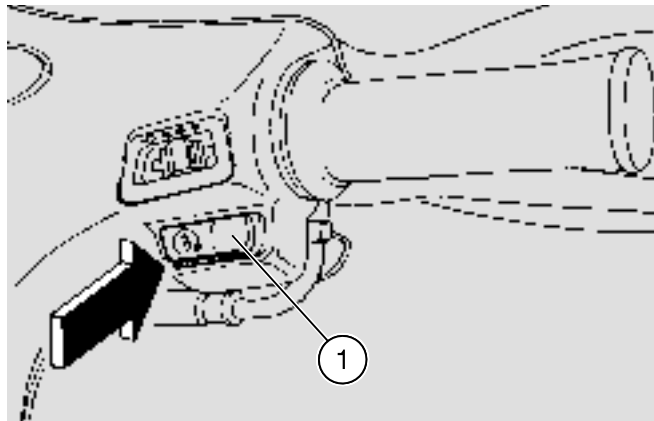

Fig. 21
- ◆ Appuyer sur le poussoir de démarrage "⊗" (1-Fig. 21) sans accélérer, puis le relâcher dès que le moteur a démarré.
Éviter d'appuyer sur le poussoir de démarrage "③" (1-Fig. 21) avec le moteur démarré: le démarreur pourrait s'endommager.